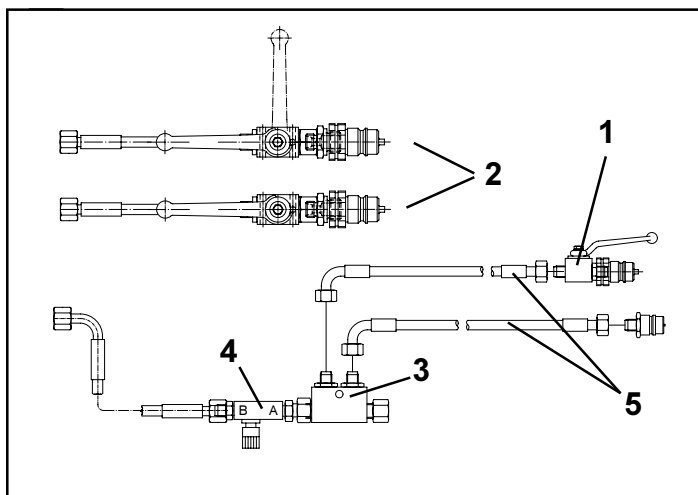

Fig. 25
- Pos.2, Fig.25: am Streuer vorhandene Hydraulikanschlüsse für die Schieberbetätigung
- Pos.5, Fig.25: Hydraulikanschlüsse für den Limiter an doppeltwirkendes Steuerventil schrauben
Den vormontierten Blockkugelhahn mit SVK-Stecker (Fig.25/1) vom Hydraulikschlauch des Limiters abschrauben und für Sperrblock nutzen.
Den Sperrblock (Fig.25/3) hinter die Drossel (Fig.25/4) schrauben.
Die Hydraulikschläuche und ein SVK-Stecker (Fig.25/5) sind im Lieferumfang der Sonderausstattung enthalten.
- Pos.2, Fig.25: hydraulic connections for shutter control available on the tractor
- Pos.5, Fig.25: Bolt hydraulic connections for the Limiter on to a double acting control valve
Remove the pre-assembled block ball tap with the coupling plug (Fig. 25/1) from the hydraulic hose of the Limiter). Use both for locking valve.
Bolt the locking valve (Fig.25/3) to the rear of the throttle (Fig.25/4).
The hydraulic hoses and one quick coupling plug (Fig. 25/5) are contained in the scope of delivery.
- Pos.2, Fig.25: raccords hydrauliques existants sur l'épandeur pour la commande des trappes
- Pos.5, Fig.25: visser les raccords hydrauliques pour le limiteur sur le distributeur double effet
Dévisser le robinet à boisseau sphérique assemblé avec de la prise d'accouplement rapide (Fig.25/1) au niveau du flexible hydraulique du limiteur et l'utiliser pour la valve de blocage.
Visser la valve de blocage (Fig.25/3) derrière le restricteur (Fig.25/4).
Les flexibles hydrauliques et une prise d'accouplement rapide (Fig.25/5) sont compris dans la livraison de l'équipement spécial.
- Pos.2, Fig.25: op de strooier aanwezige hydraulische aansluitingen voor de schuifbediening.
- Pos.5, Fig.25: hydrauliekaansluiting voor de Limiter op een dubbelwerkend stuurventiel aansluiten.
De voormonteerde kogelkraan met insteekkoppeling (Fig.25/1) losmaken van de hydrauliekslang voor de Liminter en voor het blokkeerventiel gebruiken.
Het blokkeerventiel (Fig.25/3) wordt achter de instelbare reduceerlepel (Fig.25/4) aangesloten.
De hydrauliekslangen en een insteekkoppeling (Fig. 25/5) behoren tot de levering van de extra uitrusting.